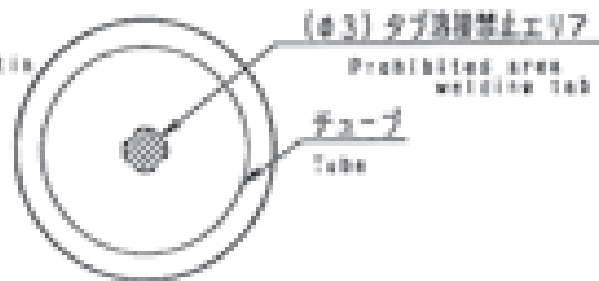

Fig.2
6.7.2 Dimensional Code 2 次元コード (Fig.2)